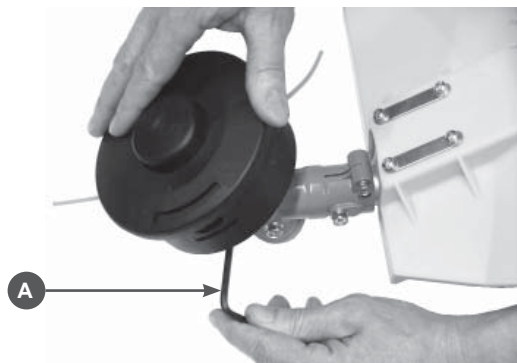

Рис.14
Удерживая стопор (A) открутите косьную головку (Рис.14). Проверьте головку на отсутствие механических повреждений. Отожмите защелки и снимите крышку катушки. Удалите остатки корда с катушки.